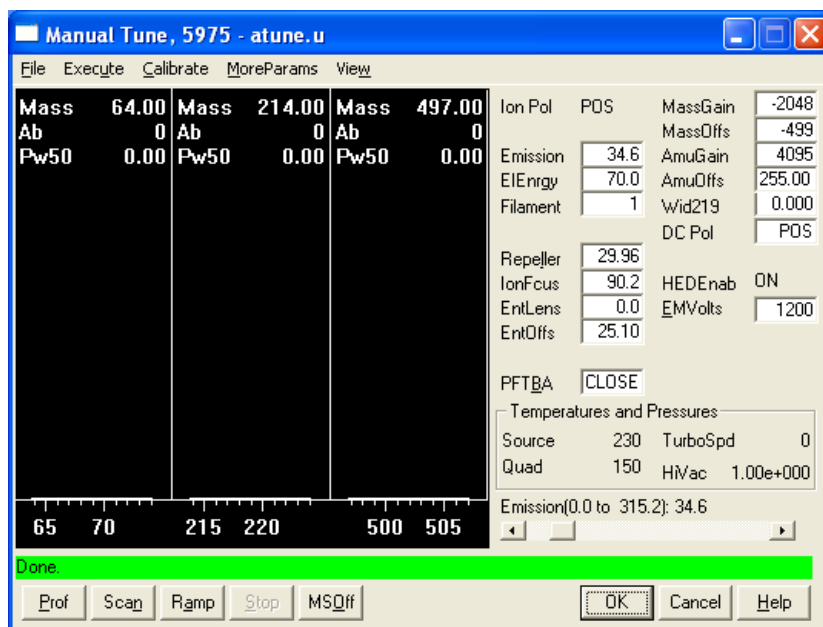

Figura 13 Parametri di calibrazione
- 1 Nella vista Instrument Control, selezionare **Edit Tune Parameters** dal menu Instrument (Figura 13).